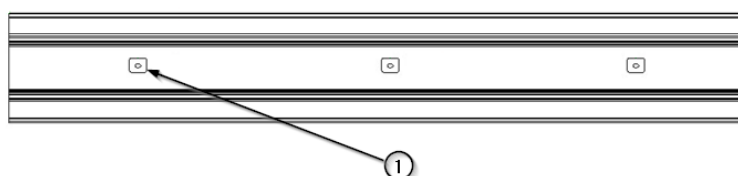

Fig.6 Pontos de ancoragem do equipamento ICARUS
- Para voltar a colocar a tampa da extremidade ①, basta empurrá-la para a posição na direção do chassis até a tampa da extremidade parar e colocar o parafuso de fixação ②.
- Localize os pontos de ancoragem do equipamento ① indicados no desenho de instalação em anexo (ver Fig. 6).